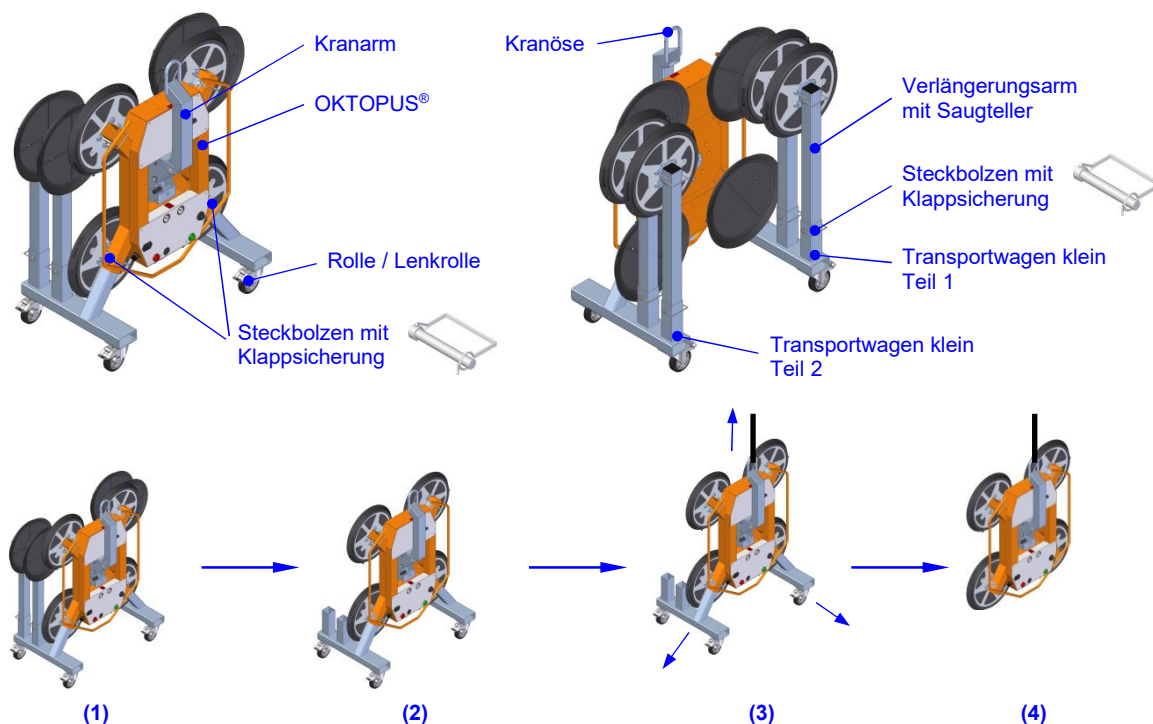

Abb. 7: Transportwagen klein
Die in der Abbildung 7 und 8 gezeigten Transportwagen sind optional erhältlich. Sie ermöglichen:
- ⇒ Stellen Sie sicher, dass der Transportwagen klein auf einem ebenen, festen Untergrund steht und die beiden Lenkrollen angebremst sind (1).
- ⇒ Entfernen Sie die vier Verlängerungsarme vom Transportwagen klein (2).
- ⇒ Positionieren Sie den Kranarm, wie in Abbildung 7 gezeigt. Achten Sie darauf, dass sowohl die Dreh- als auch die Kippbewegung des Kranarms verriegelt ist!
- ⇒ Koppeln Sie den OKTOPUS® an den Kran und heben Sie ihn inklusive Transportwagen klein Teil 1 und Teil 2 etwas an (3).
- ⇒ Demontieren Sie nacheinander Transportwagen klein Teil 1 und Teil 2 (4). Wir empfehlen diese Arbeit zu zweit durchzuführen.
- ⇒ Orientieren Sie den am Kran hängenden OKTOPUS® so, wie in Abbildung 7 (4) gezeigt.
- ⇒ Montieren Sie Transportwagen klein Teil 1 und Teil 2 an den OKTOPUS® (3).
- ⇒ Setzen Sie den Transportwagen klein auf einem ebenen, festen Untergrund ab und arretieren Sie die Bremsen der beiden Lenkrollen (2).
- ⇒ Platzieren Sie die Verlängerungsarme, wie in Abbildung 7 gezeigt im Transportwagen klein und fixieren Sie sie durch die im Lieferumfang enthaltenen Steckbolzen mit Klappsicherung (1).